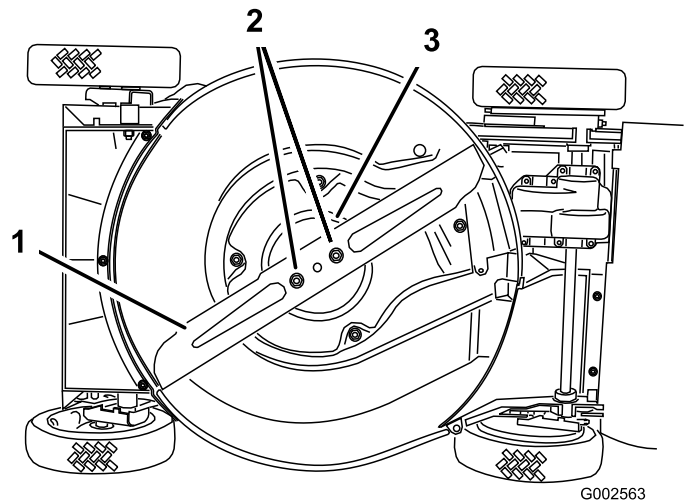

Figure 31
4. Basculez la tondeuse sur le côté **droit** (Figure 31).
Tenez la lame à son extrémité avec un chiffon ou un gant épais. Retirez les écrous de la lame, la coupelle de protection et la lame (Figure 31).
- Retirez les 2 écrous de la lame, la coupelle de protection et la lame (Figure 31).